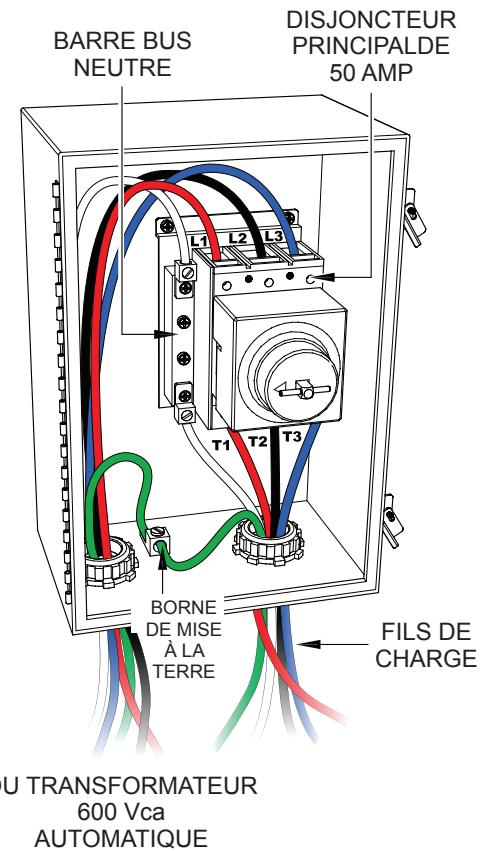

Figure 30. Enceinte du boîtier de commande
6. Branchez les trois fils de charge (**ROUGE, NOIR** et **BLEU**) sur le côté de la charge (bas) du disjoncteur, **T1**, **T2** et **T3** respectivement, comme indiqué dans la Figure 30